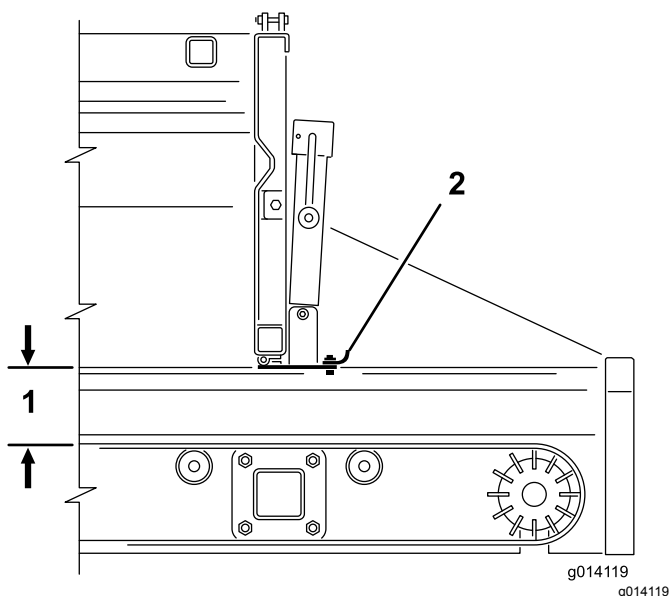

Figura 40
2. Utilice la manivela para abrir o cerrar la sección ajustable de la compuerta trasera (Figura 39 y Figura 40). Este restringe el flujo de material cuando se utiliza un accesorio.